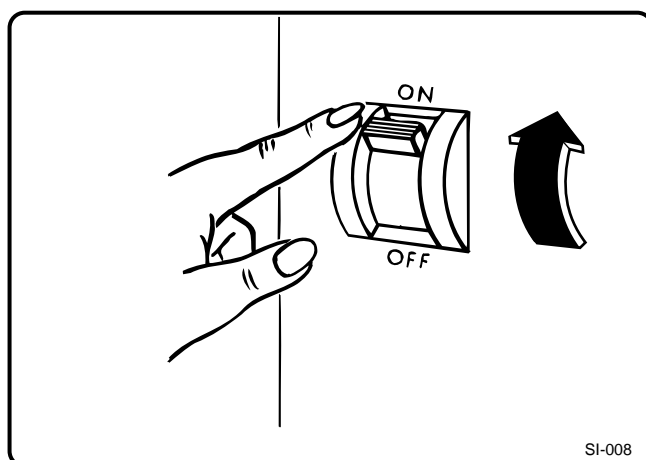

Fig. 3
- Conectar el telerruptor (fig. 3) (si existe).
- Ligue o teleruptor (fig. 3), caso exista.